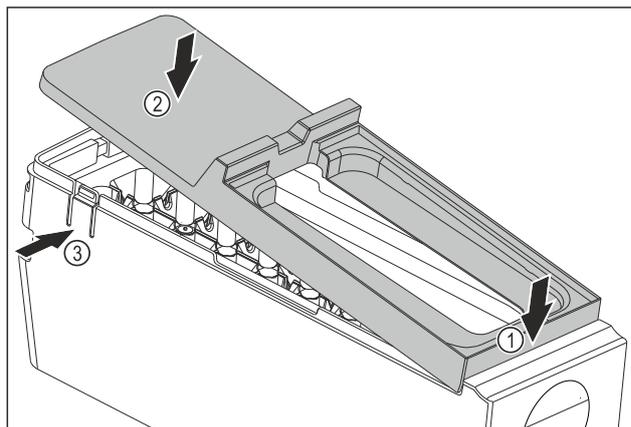

Fig. 146
- ▶ Встановіть кришку корпусу EasyTwist-Ice: Прикріпіть кришку спереду. Fig. 146 (1)
- ▶ Опустіть кришку ззаду. Fig. 146 (2)
- ▶ Кришка зі звуком фіксується в обох виступах Fig. 146 (3).